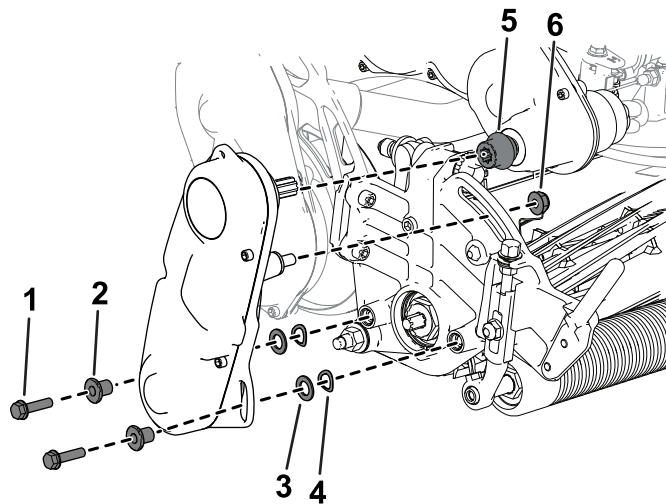

Figura 45
6. Utilizați uruburile cu cap imbus, aibele și distanțierele îndepărtate anterior pentru a fixa ansamblul cilindrului pe placa laterală a unității de tăiere (Figura 45).
Asigurați-vă că arborele ansamblului de acționare a cilindrului este montat pe elementul de cuplaj al arborelui de transmisie (Figura 45).